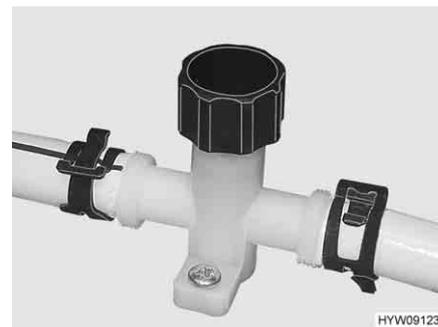

Fig. 180 Rubinetto di scarico (tubatura dell'acqua)
- Chiudere i rubinetti di scarico (Fig. 181 e Fig. 180). Chiudere i coperchi in senso orario oppure posizionare la leva a bilanciere in posizione orizzontale. L'ubicazione delle valvole di sicurezza/di scarico e dei rubinetti di scarico è riportata al paragrafo 10.6, alla fine di questo capitolo.